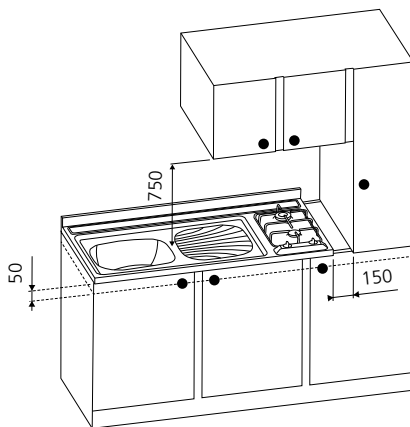

Fig. 7
- Um móvel de coluna deverá estar a uma distância mínima de 150 mm da borda lateral da pia-fogão do lado onde estão instalados os queimadores (fig. 7).
- É necessário um vão livre mínimo de 50 mm, abaixo dos queimadores, para circulação de ar (fig. 7).
- Considerar 750 mm como distância mínima em relação aos queimadores, para um móvel suspenso (fig. 7).